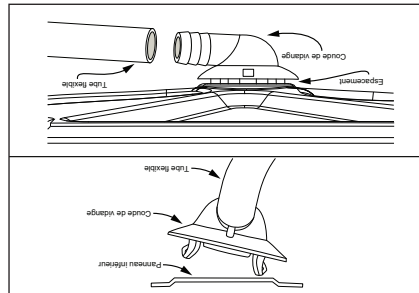

Figure 7 - Veiller à la bonne configuration de l'écoulement.
- Lors de l'installation du coude de vidange, veiller à ce que l'espace entre le coude et le panneau inférieur soit respecté. Si l'écoulement est insuffisant, l'eau s'écoulera par cet espace. Voir Figure 7.